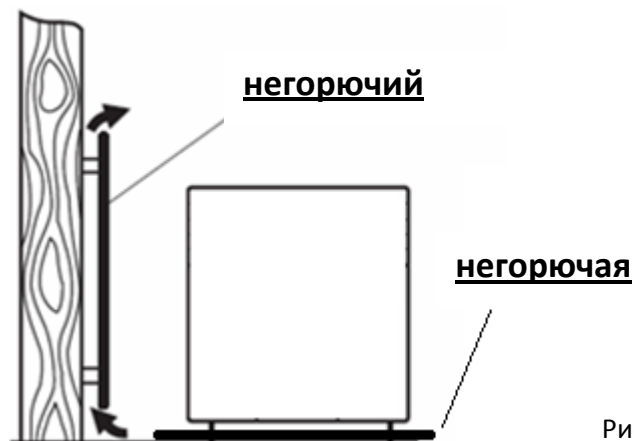

Рис. 7
- Чтобы уменьшить расстояние от горючих материалов, установите негорючий защитный экран (Рис. 7, стр. 9).
Пример установки теплозащитного экрана (см. Рис. 7). Мы должны убедиться, что температуры поверхности горючих веществ за экраном не выше 80 °С.